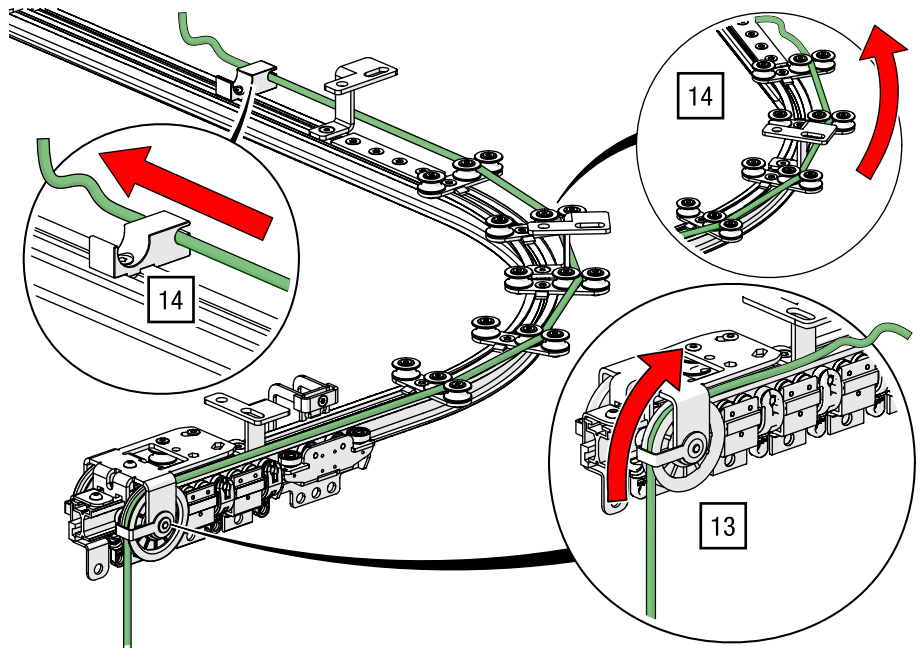

Abb. 96: Obenliegende Seilführung – Seil durch Ableitrolle und Seilführung führen
13. Fädeln Sie das Seil durch die Ableitrolle nach oben (siehe Abb. 96).
14. Führen Sie das Seil am ersten Zugwagen vorbei durch die Seilführungen (siehe Abb. 96).